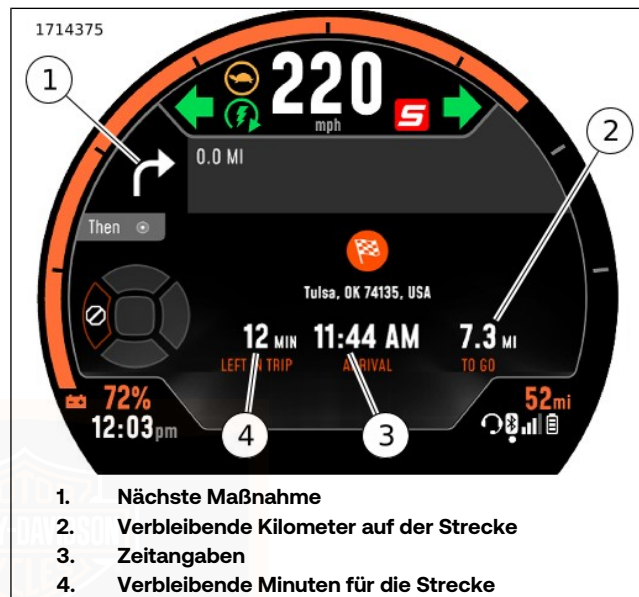

Abbildung 39. Navigationsbildschirm
Siehe Abbildung 39. Das Navigationsdisplay zeigt Navigationsinformationen mit Abiegehinweisen an, die über die LiveWire S2 App. in das angeschlossene Gerät eingegeben wurden. Diese Informationen beinhalten den Straßennamen (1), das Symbol für die nächste Maßnahme (2), die Entfernung zur nächsten Maßnahme (3) und Zeitangaben (4) (entweder Ankunftszeit oder Fahrtdauer).